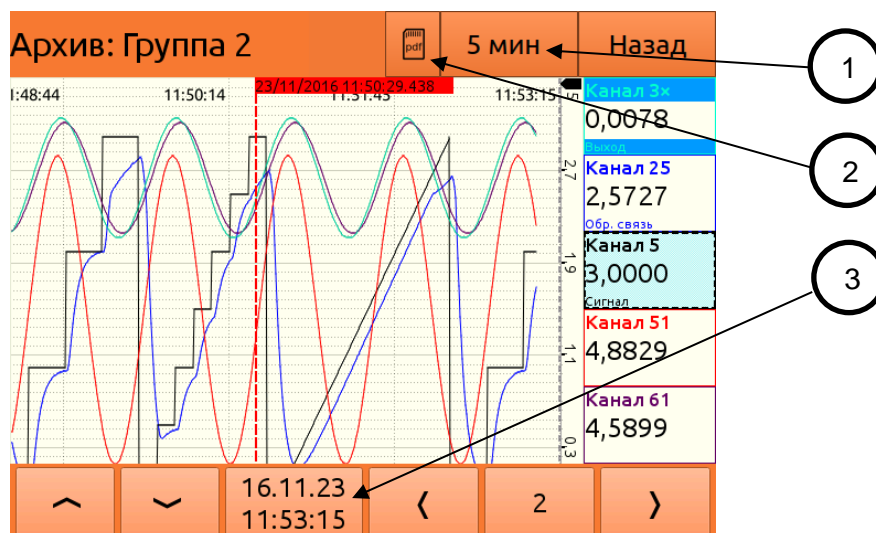

Рисунок 2.29 – Меню «Просмотр архива»
2.10.2.1 Меню «Просмотр архива» позволяет просматривать сохраненные в архив данные (рисунок 2.29). В данном меню имеется следующий набор кнопок:
2.10.2.3 Удаление файлов с PMT 19 аналогично экспорту файлов, разница состоит лишь в том, что вместо кнопки «Экспорт выбранных файлов» в шаге 4 (см. рисунок 2.29) нужно нажать кнопку «Удаление выбранных файлов».